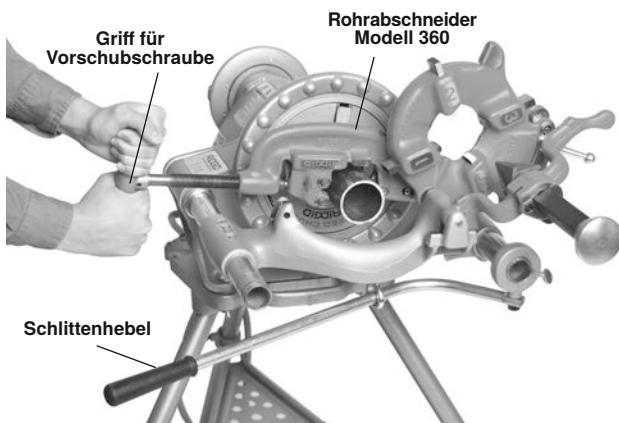

Abbildung 21 - Schneiden mit 360 Rohrabschneider
4. Umfassen Sie mit beiden Händen den Vorschubgriff des Rohrabschneiders (*Abbildung 21*).